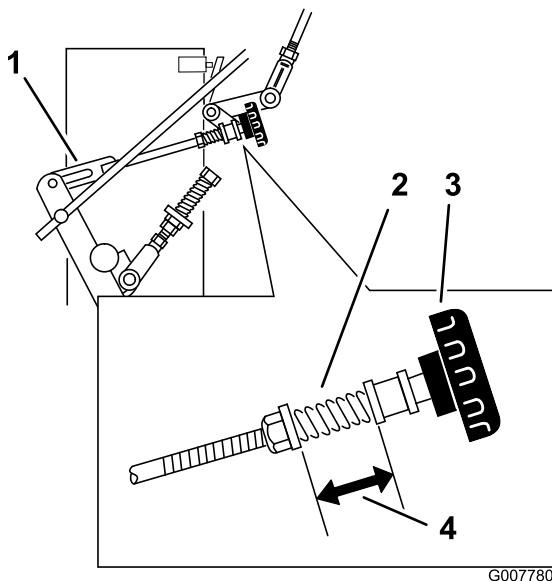

Bild 36
3. Stellen Sie das rechte Gestänge ein, indem Sie das Schnellspur-Handrad nach links drehen, bis sich der Reifen vorwärts dreht (Bild 36).
4. Drehen Sie das Handrad jeweils um eine Vierteldrehung nach rechts. Schieben Sie den Fahrgeschwindigkeitshebel nach vorne und dann zurück auf Neutral. Wiederholen Sie diese Schritte, bis sich das rechte Rad nicht mehr vorwärts dreht (Bild 36).
6. Die Feder, die das Handrad spannt, muss normalerweise nicht eingestellt werden. Wenn eine Einstellung notwendig ist, stellen Sie die Länge der Feder zwischen den Scheiben auf 26 mm ein (Bild 36).
7. Drehen Sie die Mutter vorne an der Feder, um die Federlänge einzustellen (Bild 36).